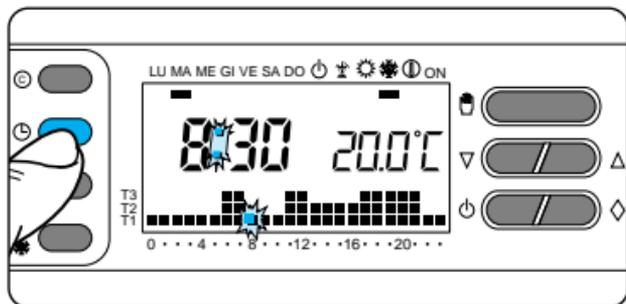

Fig. 23
**3.8** - Pulse el botón  para confirmar los ajustes (fig. 23).